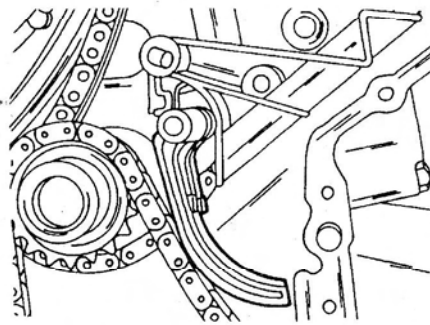

Рис. 75. Натяжной рычаг должен быть наложен на цепь масляного насоса указанным способом.
- Надеть новую планку успокоителя. Подсоединить пружину к планке успокоителя и к натяжному рычагу и надеть планку, пружину и натяжной рычаг на оба штифта, как показано на рис. 75.
- Установить натяжной рычаг цепи масляного насоса (см. рисунок 75).